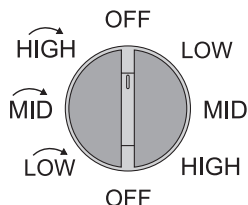

Figure 3 Interrupteur de commande
- Le dispositif a un commutateur de vitesse à 8 positions (voir figure 3). Sélectionnez la fonction désirée (voir tableau) en utilisant l'interrupteur.